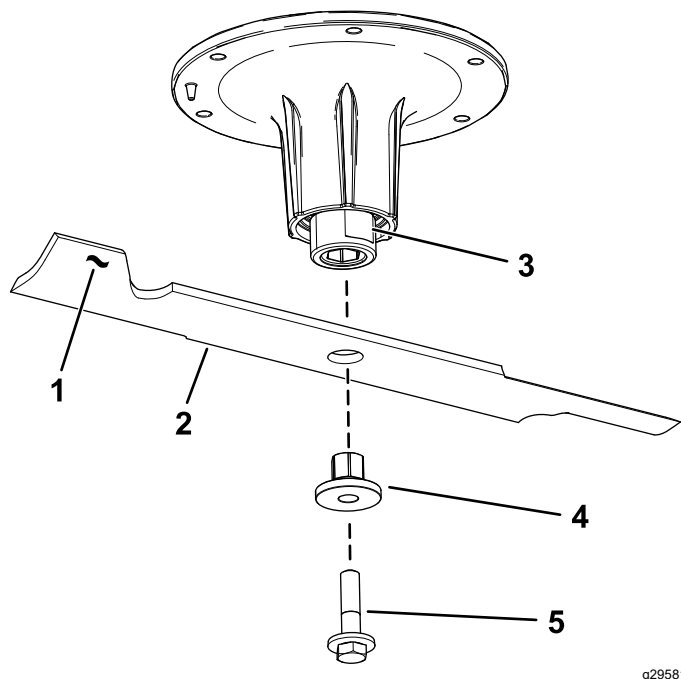

Bild 76
2. Entfernen Sie die Messerschraube, Buchse und das Messer von der Spindelwelle (**Bild 76**).